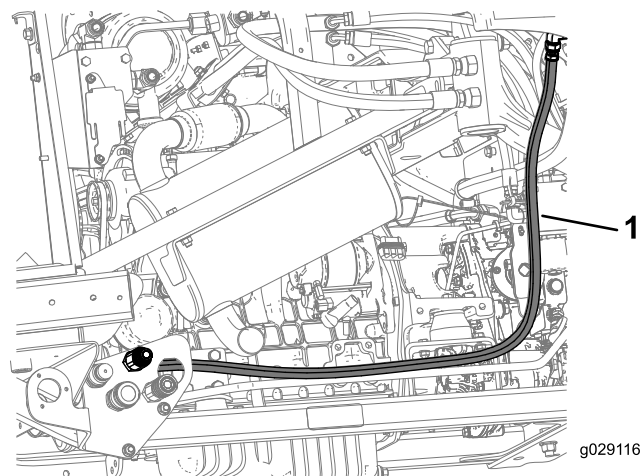

Figura 25
5. Montate il flessibile idraulico A proveniente dal raccordo a 90° (3/8 x 3/8 poll. maschio) sull'unione della piastra (2,57 poll.) del raccordo rapido (1/2 poll. femmina x 1/2 poll. maschio) del gruppo della piastra, come illustrato nella Figura 25.